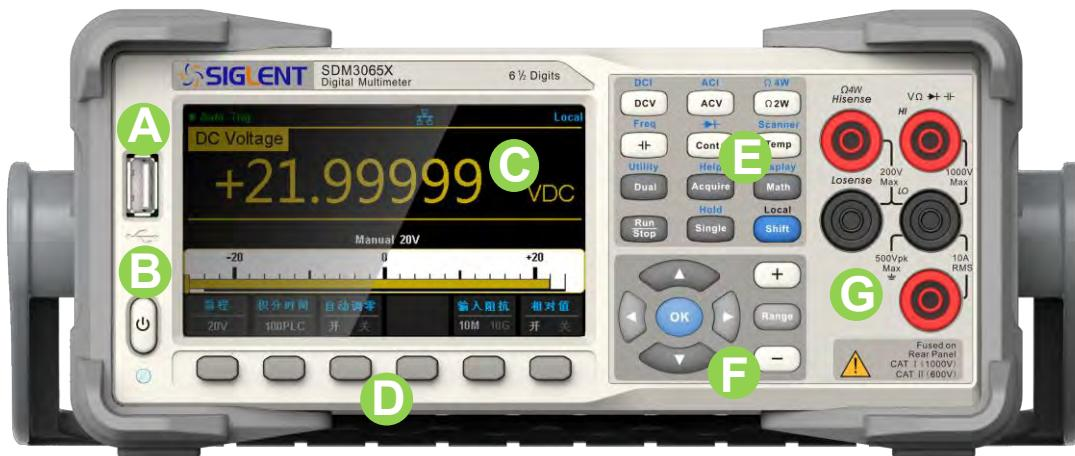

图 1-5 前面板示意图
**SDM3065X**数字万用表向用户提供了简单而明晰的前面板,这些按钮按照逻辑分组排列,可选择对应按钮进行相关操作,如图1-5所示。